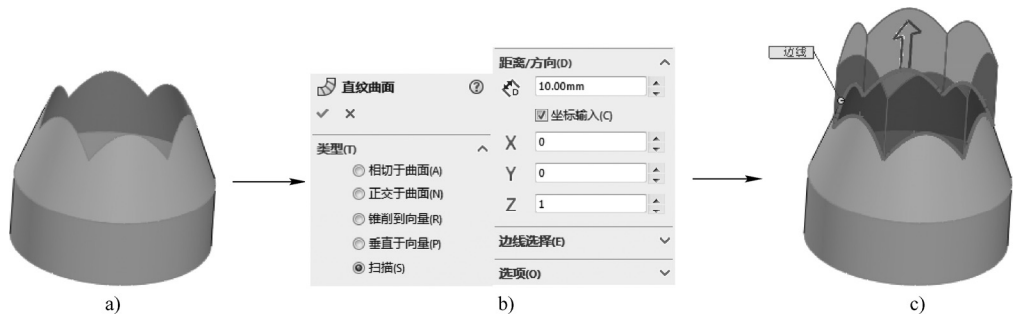

图 5-52 “扫描”方式创建直纹曲面的操作
- 扫描：此类型以所选边线为引导曲线来生成一扫描曲面。创建曲面时可指定参考向量作为扫描曲面的扫描方向，也可以选择“坐标输入”复选框，通过输入坐标值（此坐标值与原点间连线的方向即为扫描方向）指定扫描方向，如图 5-52 所示。